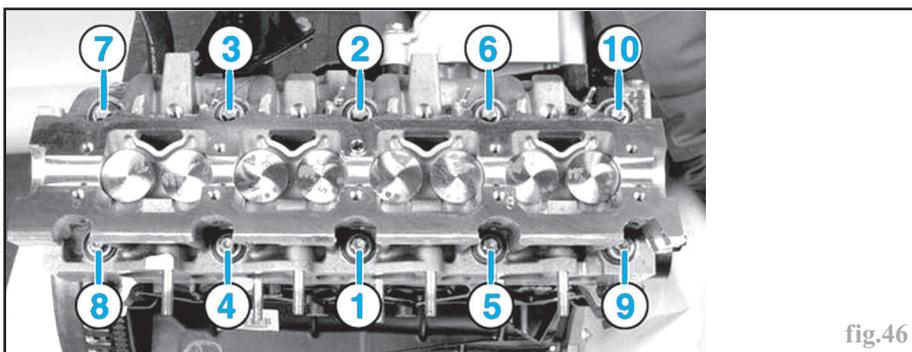

fig.46
- les vis de culasse, en les desserrant progressivement par passes successives et dans l'ordre inverse du serrage prescrit (fig.46).
- Reposer les vis de culasse neuves sans les huiler puis les serrer en respectant l'ordre et le couple de serrage prescrits (fig.46).
Attention : lors du serrage des vis de culasse, avec un joint métallique, contrôler que l'ensemble de celles-ci soient bien serrées au couple prescrit avant de procéder à la phase de serrage angulaire (fig.46).